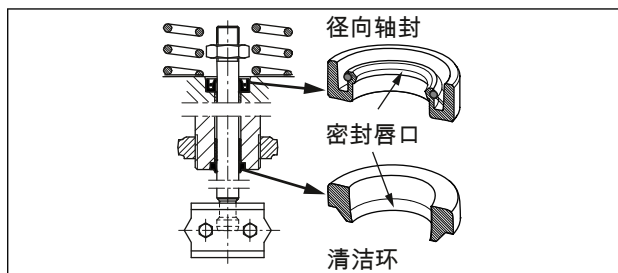

图 27: 对齐径向轴封与清洁环
6. 使用合适的工具安装径向轴封。确保径向轴封正确对齐 (请参见图 27)。